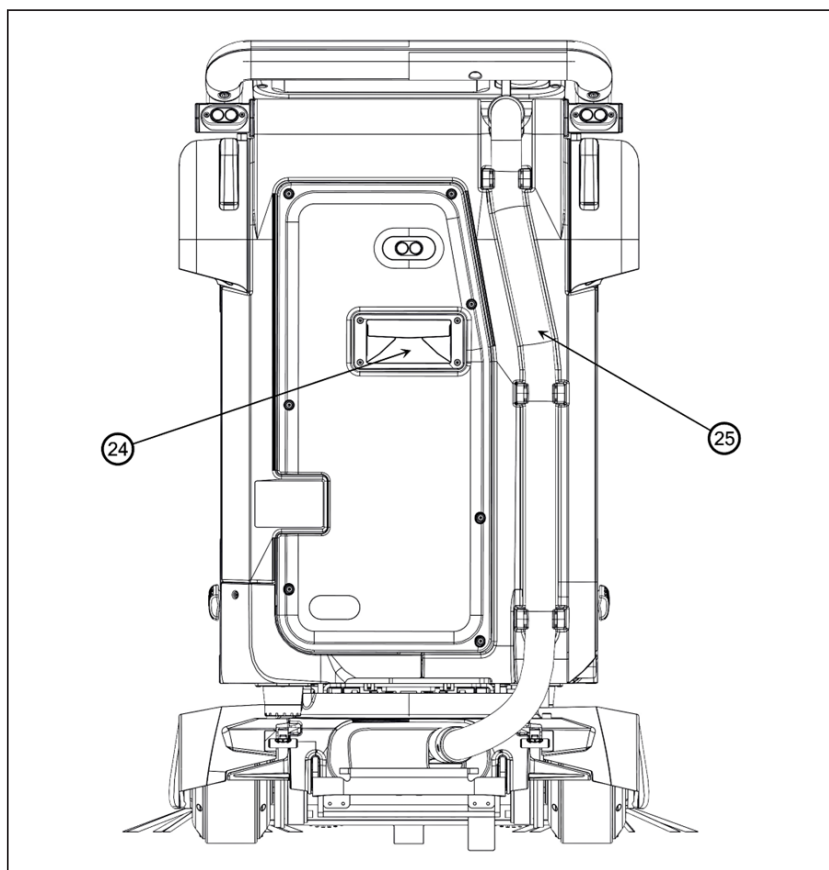

Figure 5
6. Assurez-vous que le tuyau d'aspirateur (25) (Fig. 5) est solidement monté.